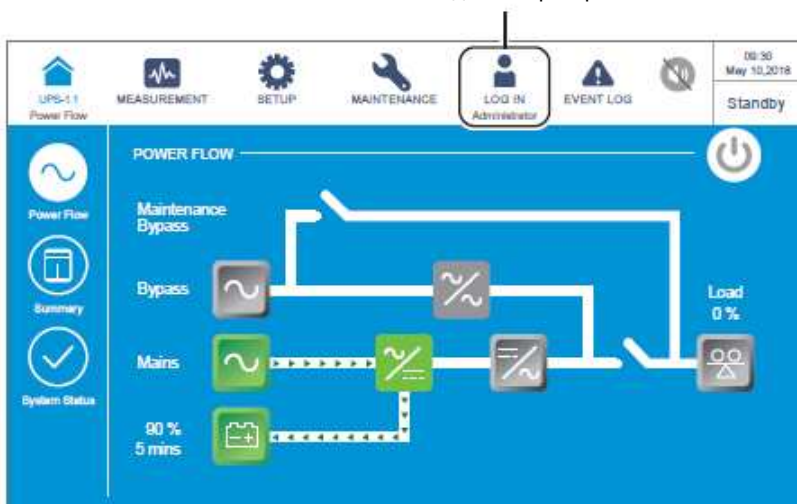

Рисунок 6-60: Экран режима ожидания и имя администратора
- 4 Перевести в положение **OFF** (ВЫКЛ.) выходной переключатель (Q4) и войти в систему как **Администратор**. Для получения пароля **Администратора** связаться со обслуживающим персоналом. После входа в систему убедиться, что вход произошел под именем **Администратора** (см. **Рисунок 6-60**).